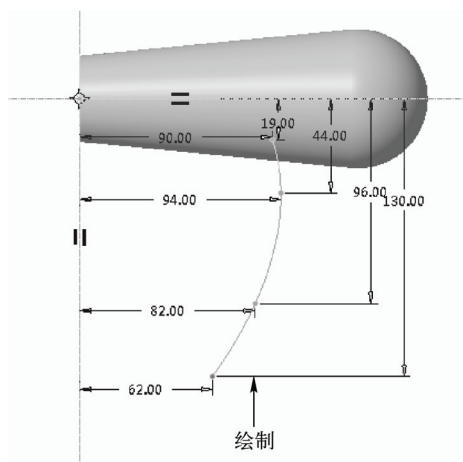

图 17-5 绘制草绘截面二
STEP 04 单击“模型”选项卡“基准”面板中的“草绘”按钮,弹出“草绘”对话框,在绘图区中选择“TOP”基准平面作为草绘平面,接受默认的草绘视图方向和参考,单击“草绘”按钮,进入草绘环境,单击“草绘”选项卡中的相应按钮,绘制草绘截面,如图 17-5 所示。